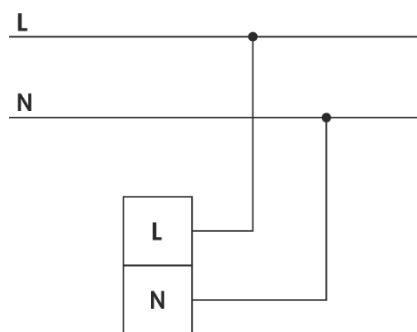

Рисунок 2
Подключение светильника к электрической сети произвести согласно схеме рис. 2.
3. Установите светильник в необходимое место и подключите сетевой провод к IP коннектору согласно схеме подключения (рис.2)